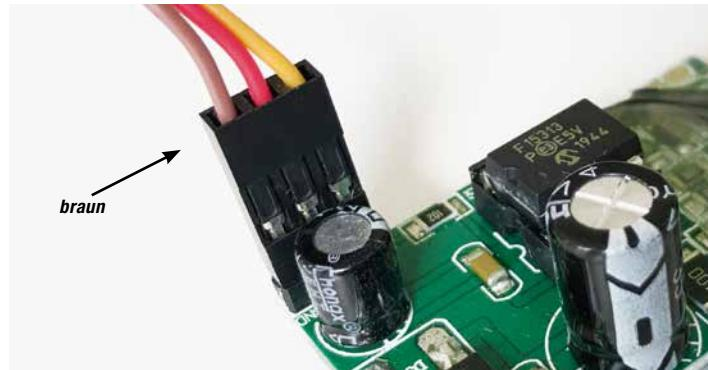

Bild 1 • Picture 1 • Image 1 • Imagen 1 • Foto 1
1. Servoanschluss: Bauen Sie den Servo an den vorgesehenen Halterungen mit zwei Schrauben ein, befestigen Sie die Schrauben nicht zu fest. Zunächst den Stecker des Servos auf die Platine stecken. Das braune Kabel muss dabei nach außen zeigen (Bild 1).
- Conexión del servo: Instale el servo en los soportes suministrados con dos tornillos, no apriete demasiado los tornillos. Primero enchufe el conector del servo en la placa de circuito. El cable marrón debe apuntar hacia afuera (imagen 1).*